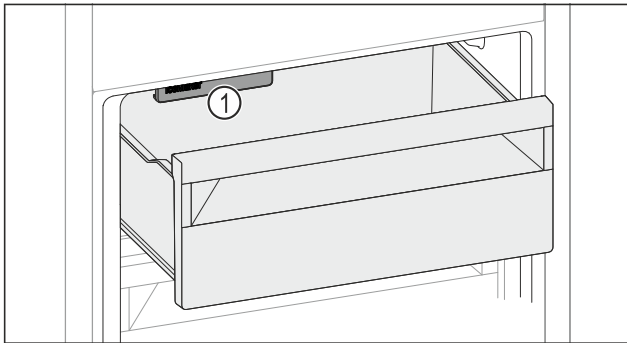

Fig. 140
- ▶ Ta hensyn til IceMaker Fig. 140 (1).